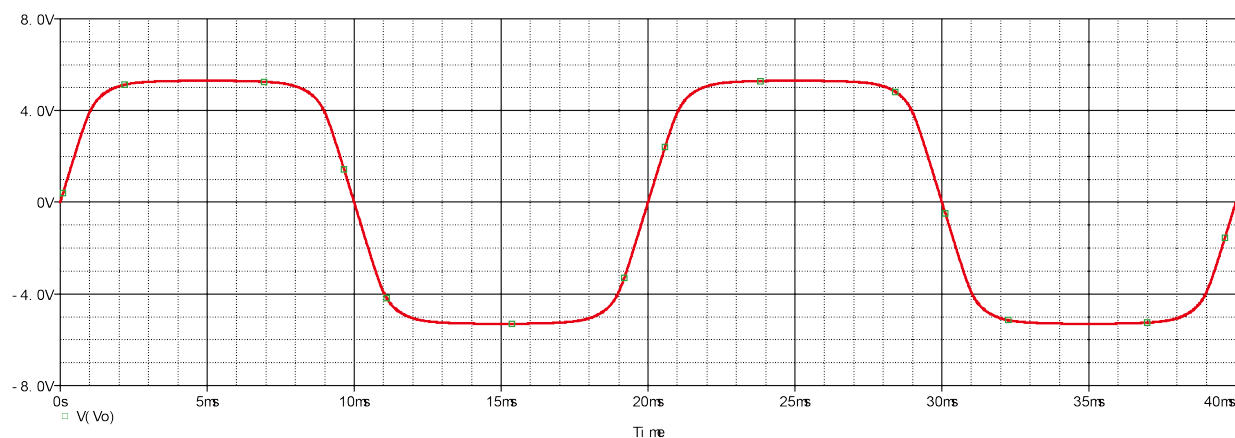

图 6: 稳压二极管电路仿真波形图
- (2) 由图 6 可以看出, 当我们电源电压选择  $20V$  时, 稳压二极管两端的电压值超过了它的稳压值  $4.7V$  时, 其输出波形产生了双向削顶现象, 达到了稳压目的。